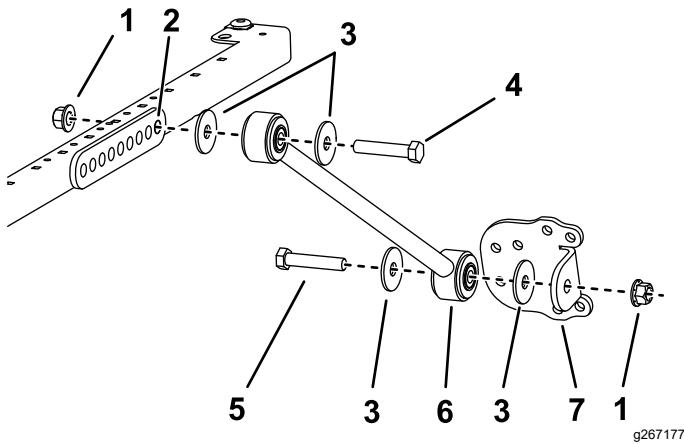

Рисунок 41
4. С каждой стороны рамы солнцезащитного навеса прикрепите, не затягивая, подпорку к заднему отверстию кронштейна подпорки с помощью болта ($\frac{1}{2}$ x 2 $\frac{3}{4}$ дюйма), 2 шайб ($\frac{1}{2}$ дюйма) и фланцевой гайки ($\frac{1}{2}$ дюйма), как показано на рис. Рисунок 41.
5. Прикрепите, не затягивая, кронштейн подпорки к каждой подпорке с помощью болта ($\frac{1}{2}$ x 2 $\frac{1}{2}$ дюйма), 2 шайб ($\frac{1}{2}$ дюйма) и фланцевой гайки ($\frac{1}{2}$ дюйма), как показано на рис. Рисунок 41.